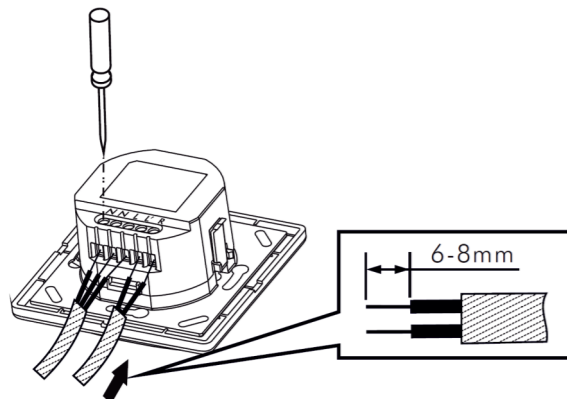

Bild 9
3.4.1.2 Schrauben Sie die Klemmen auf und schließen Sie die Leitungen, wie in den Bildern 5 - 7 beschrieben, an. Isolieren Sie die Drähte 6-8 mm ab. (Siehe Bild 9)